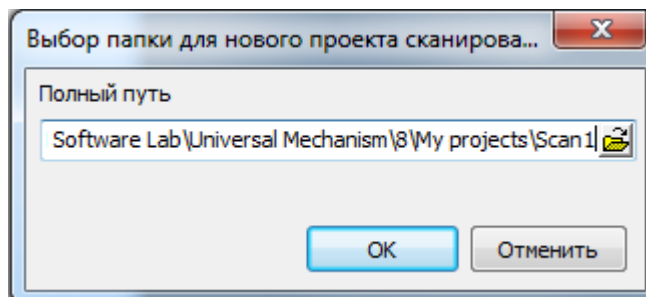

Рис. 3.4. Диалог выбора папки для нового проекта сканирования
3. В появившемся окне введите полный путь к каталогу сканирования, включая имя проекта **Scan1** (см. рис. 3.4).